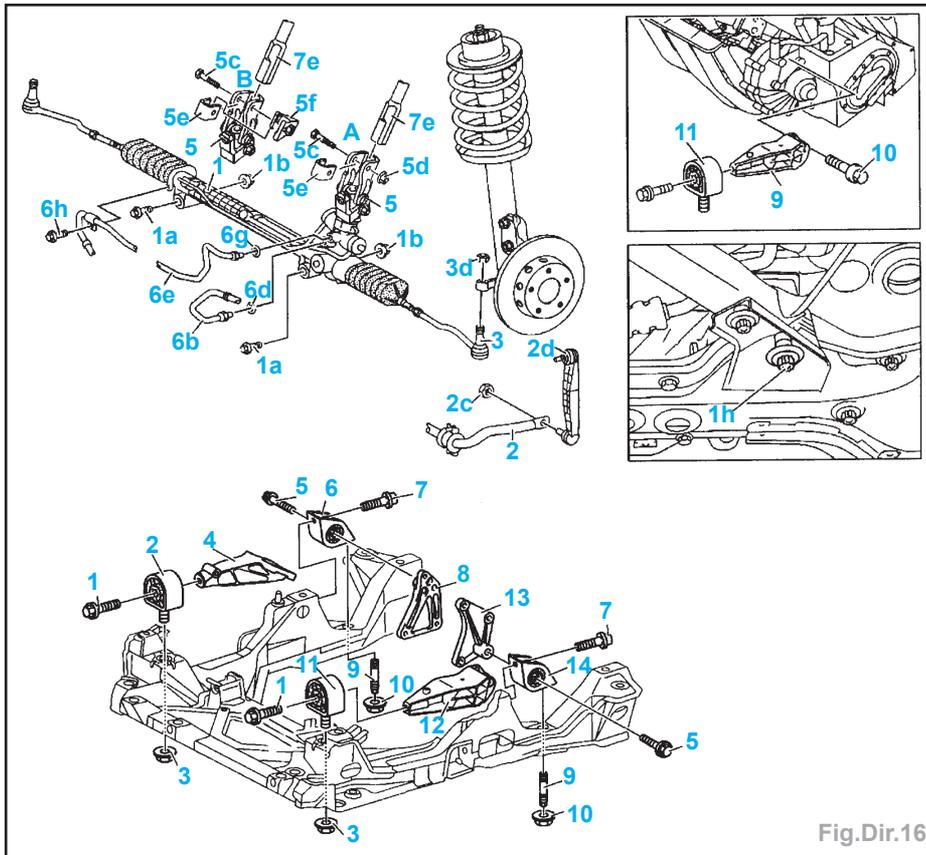

Fig.Dir.16
- Déposer (Fig.Dir.16) :
- les paliers de moteur AV (11),